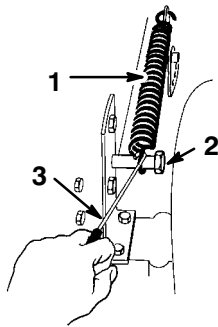

Figure 44
11. Accrochez le ressort compensateur de hauteur de coupe (Fig. 44) au boulon de fixation, à l'aide du crochet fourni avec la machine.